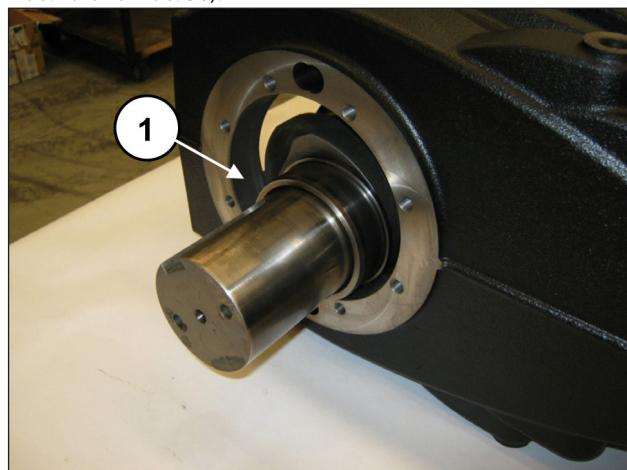
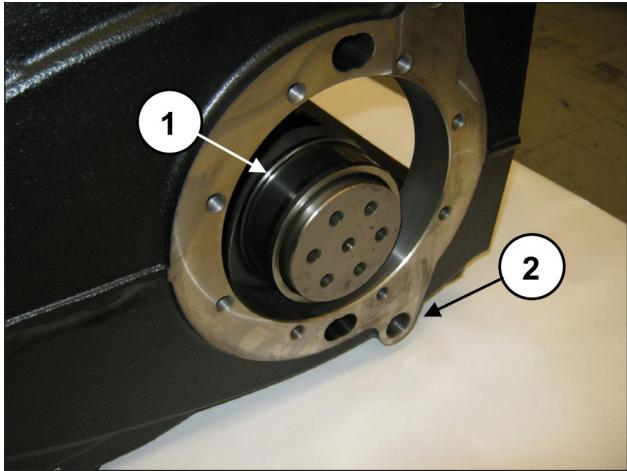

Abb. 49
Abb. 50
**Bauen Sie die Kurbelwelle unbedingt mit der Zapfwellenseite entgegengesetzt zu den Bohrungen G1/2" für die Ölabblassverschlüsse des Pumpengehäuses ein (Pos. ②, Abb. 50).**
Führen Sie die Welle vollständig in das Gehäuse ein (Pos. ①, Abb. 49 und Abb. 50).